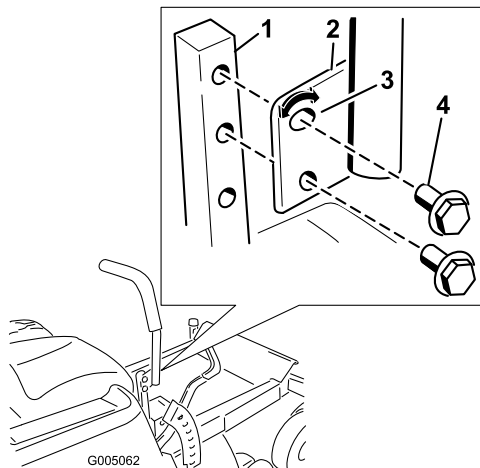

Figura 20
1. Retire los 2 pernos que fijan la palanca de control al brazo de la palanca (Figura 20).
2. Mueva la palanca al juego de taladros siguiente. Fije la palanca con los 2 pernos (Figura 20).
2. Afloje el perno inferior lo suficiente para poder desplazar hacia adelante o hacia atrás la palanca de control (Figura 20). Apriete ambos pernos para fijar el control en la posición nueva.